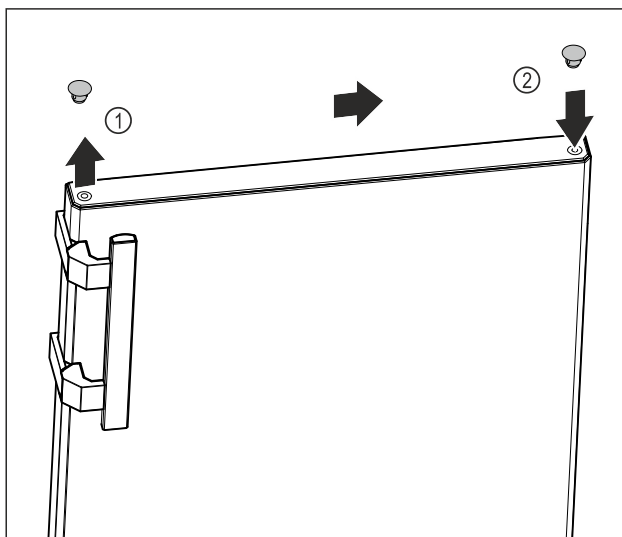

Fig. 18
- Sollevare il coperchio a tappo sulla parte superiore dello sportello Fig. 18 (1) con cautela con un cacciavite a taglio.
- Inserire il coperchio a tappo sul lato opposto. Fig. 18 (2)